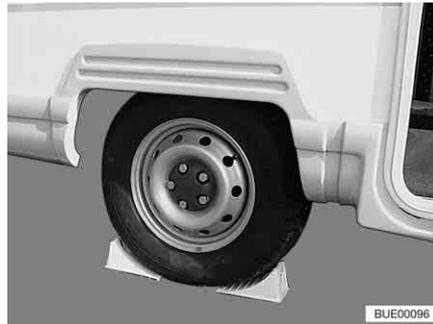

Fig. 276 Bloquer le véhicule
- Placer des cales de roues ou autres objets similaires contre la roue d'en face pour bloquer le véhicule (Fig. 276).